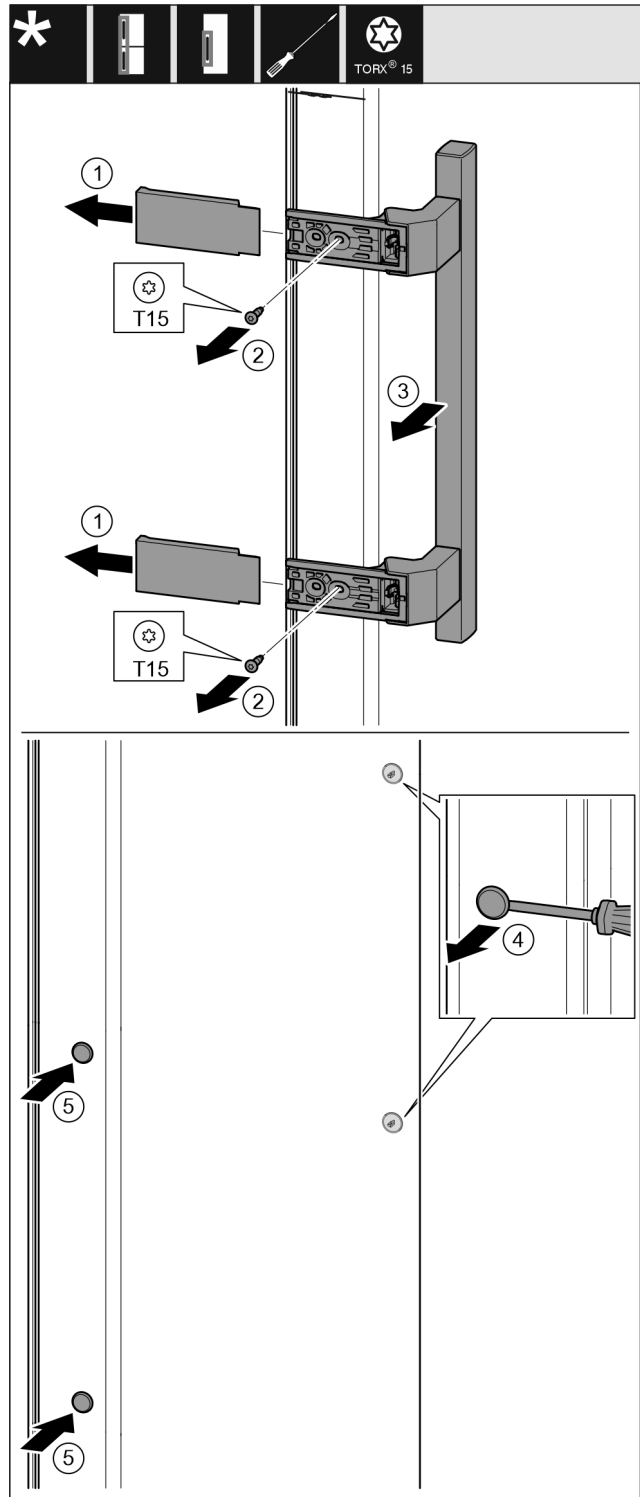

Fig. 19
- ▶ 拆下盖板。 Fig. 19 (1)
- ▶ 用 T15 螺丝刀将螺钉旋出。 Fig. 19 (2)
- ▶ 取下把手。 Fig. 19 (3)
- ▶ 用带槽螺丝刀小心地提起侧边的堵头并将其拉出。 Fig. 19 (4)
- ▶ 将堵头重新放入另一个侧。 Fig. 19 (5)